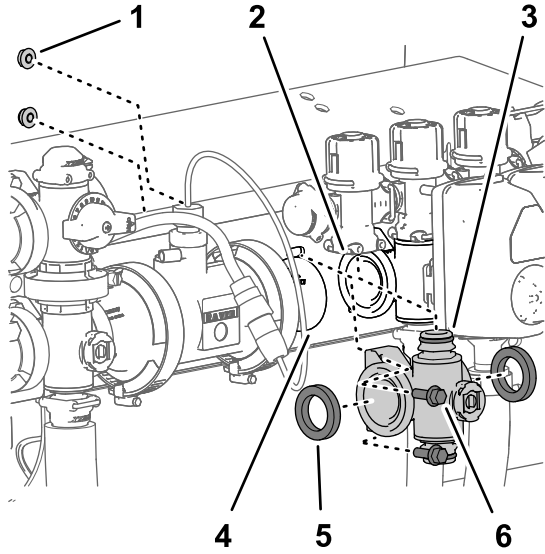

Figura 127
- En los distribuidores de las válvulas de sección izquierdo o derecho, retire los 2 pernos con arandela prensada ($\frac{1}{4}$ " x $\frac{3}{4}$ ") y las 2 tuercas con arandela prensada ($\frac{1}{4}$ ") que sujetan el distribuidor de la válvula de sección al panel de montaje de las válvulas (Figura 127).
- Mueva el distribuidor de la válvula de sección y las juntas hacia abajo hasta que estén libres de la válvula de desvío de sección, y luego retírelos de la máquina (Figura 127).